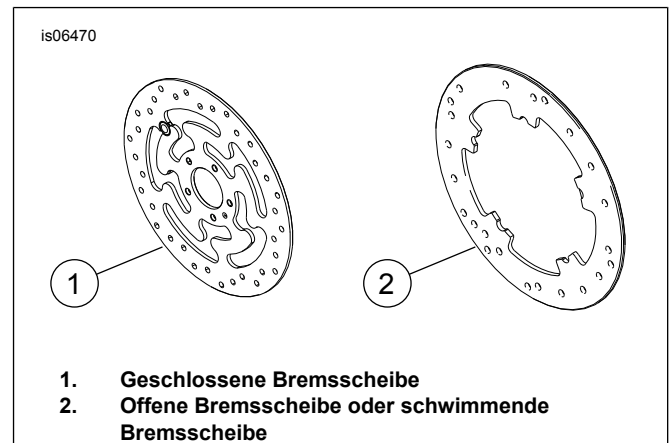

Abbildung 1. Vorderradbremsscheiben-Ausführungen
- Bremsscheibenschrauben (Siehe Abbildung 1 und Tabelle 1.)